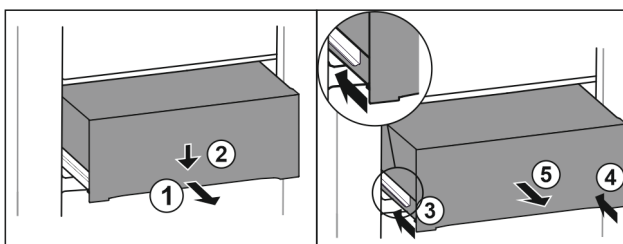

Fig. 104
- ▶ Extraiga el cajón hasta la mitad. Fig. 104 (1)
- ▶ Presionar hacia abajo el cajón de la parte delantera. Fig. 104 (2)
- ▶ Introducir el carril izquierdo unos 2 cm. Fig. 104 (3)
- ▶ Introducir el carril derecho unos 2 cm. Fig. 104 (4)
- ▶ Extraiga el cajón hacia adelante. Fig. 104 (5)